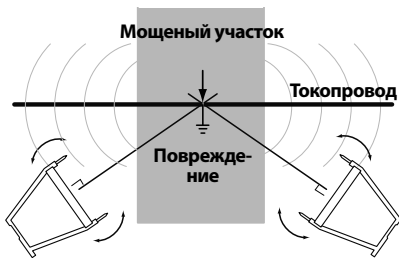

Рис. 13 – Поиск под мощными поверхностями
- Если мощный участок относительно небольшого размера, приемник можно использовать по периметру зоны. Приемник следует поворачивать из стороны в сторону, и в том месте, где направление стрелок и частота гудков приемника будут переключаться, провести прямую линию перпендикулярно приемнику с А-рамкой. Сделайте это в нескольких местах вокруг предполагаемой зоны повреждения. Прямые линии должны пересечься в одной точке. Эта точка и будет местом повреждения. Такой метод поиска менее точен, чем установка приемника непосредственно над токопроводом. См. Рис. 13.